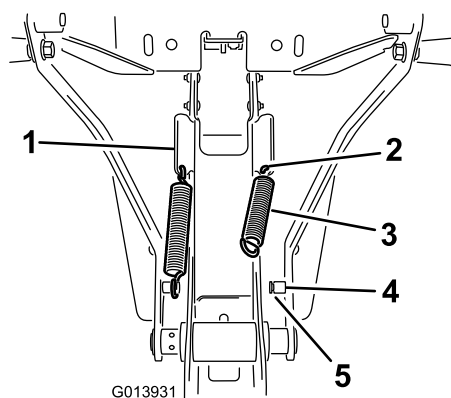

Figura 7
1. Montate la molla nel foro situato all'estremità inferiore della linguetta angolata sulla parte laterale del gruppo telaio (Figura 7).
2. Agganciate un'estremità della molla nel foro (Figura 7).
3. Accertate che l'estremità della molla sia posizionata correttamente nella scanalatura del supporto (Figura 7).